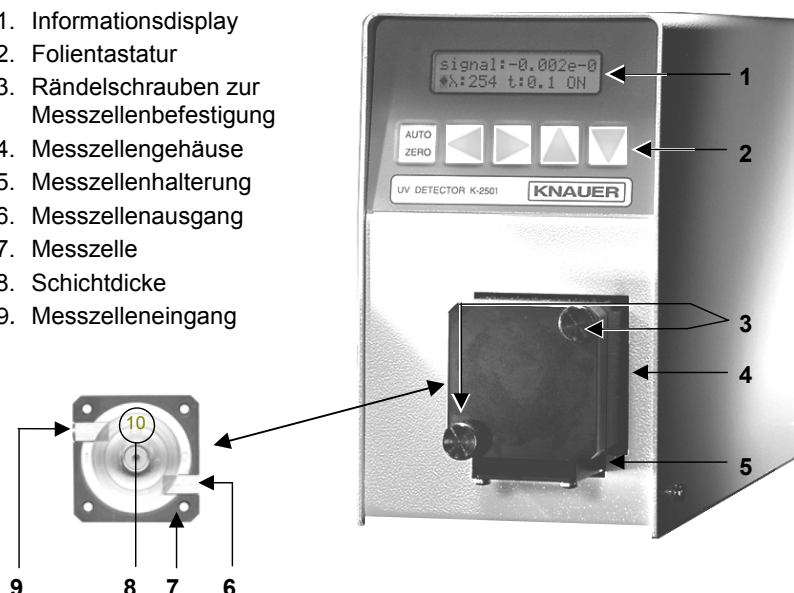

Abb. 2 Frontansicht des Spektralphotometers K-2501 mit Messzelle
Die Folientastatur (2) in Abb. 2 „Frontansicht des Spektralphotometers K-2501“ besteht aus vier Pfeiltasten und einer AUTOZERO-Taste.
Die folgende Anweisung gilt für das Spektralphotometer K-2501 ohne Glasfaseroptik, siehe Abb. 2 „Frontansicht des Spektralphotometers K-2501“ auf Seite 36.